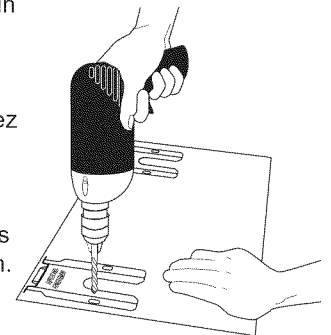

Fig. 6
b. **Perçage d'avant-trous et fixation du support** - Percez un avant-trou de 0,3 cm (1/8 po) à l'endroit où les vis seront insérées (fig. 6). Si le support doit être monté sur le mur, percez les avant-trous dans un angle descendant d'environ 20°.